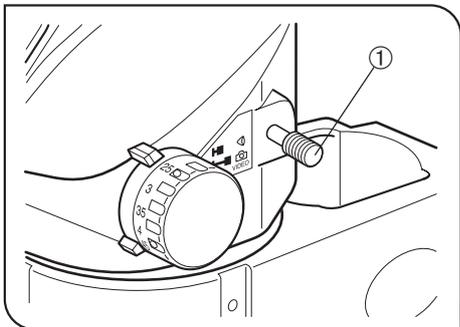

Fig. 11
(Fig. 11)
- ★ Toujours déplacer le levier de sélection du trajet optique ① jusqu'à ce qu'il atteigne la position de butée.
1. Pour une observation au travers du trajet optique binoculaire, enfoncer le levier de sélection du trajet optique ① jusqu'à la butée. (Fig. 11)
2. Pour le trajet optique en caméra vidéo, retirer le levier de sélection du trajet optique ① vers l'extérieur jusqu'à la butée. (Fig. 11)